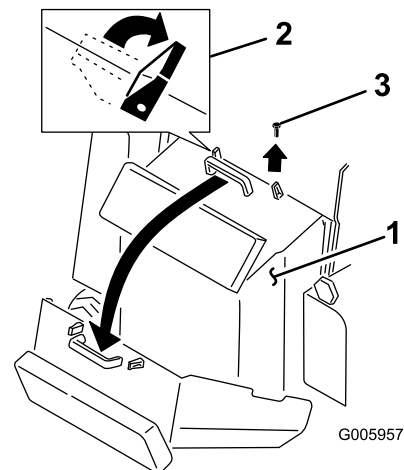

Figura 23
- Rilasciate le due alette di bloccaggio situate sopra il portello di accesso posteriore (Figura 23).
- Togliete il bullone situato accanto all'ala di bloccaggio destra (Figura 23).
- Afferrate la maniglia ed aprite il portello alzandolo e tirandolo indietro (Figura 23).